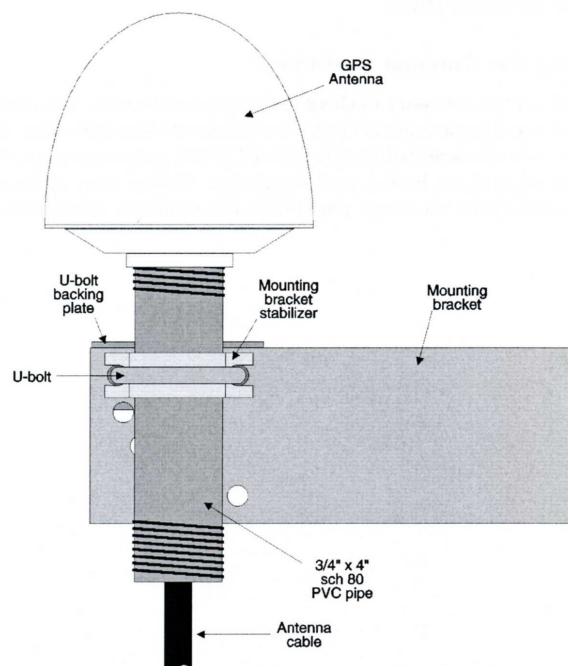

Рисунок 4
5.2.2.2 Переносная GPS антенна, (рисунок 4), разработана для любых погодных условий, и для достижения максимальной силы сигнала и расширения возможностей приема спутникового сигнала.